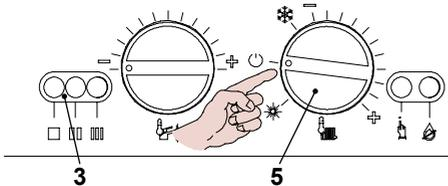

Figura 5.52
- Posizionare il selettore 5 come indicato in Figura 5.52 per uscire dalla programmazione.